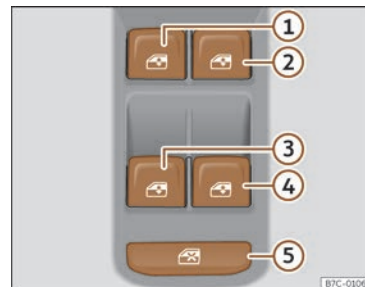

Fig. 93 Detall de la porta del conductor:comandaments per a les finestretes.
Mitjançant el comandament de seguretat >>> **fig. 93** ⑤ de la porta del conductor podeu desactivar les tecles dels alçavidres de les portes del darrere.